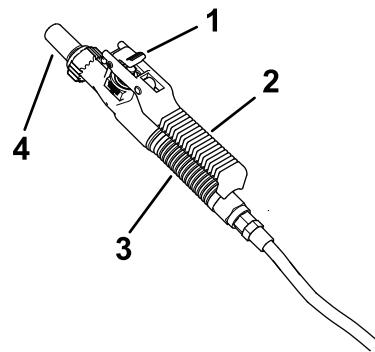

Figure 48
7. Serrez la gâchette de l'applicateur manuel pour commencer à pulvériser; verrouillez la gâchette en place au besoin (Figure 48).
8. À la fin de la pulvérisation, déverrouillez la gâchette de l'applicateur manuel si vous l'avez verrouillée et relâchez-la (Figure 48)